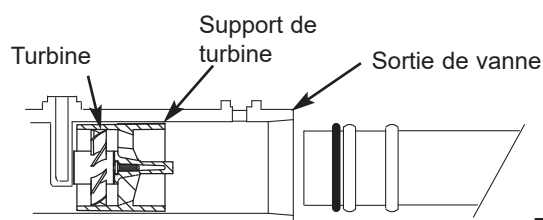

FIG. 6
- Assurez-vous que le support de turbine est en place dans la sortie de vanne, tel qu'illustré par la Figure 6.